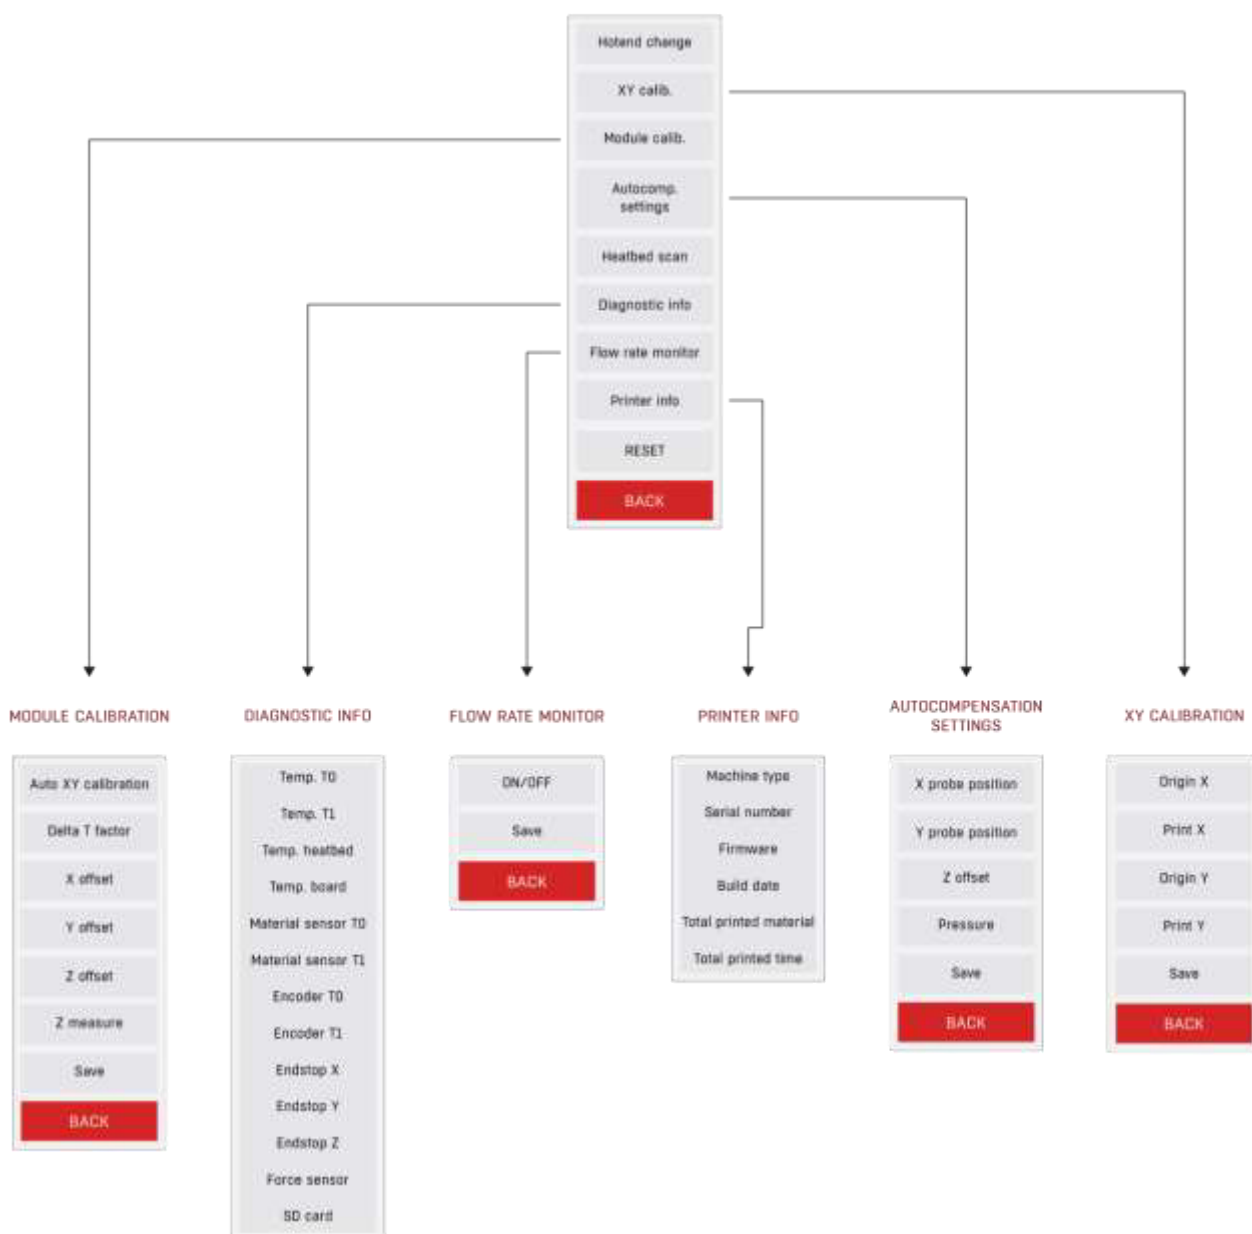

Рис. 34 Структура меню с дополнительными опциями
- меню дополнительных опций (рис. 34)